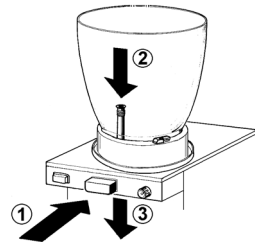

Bild 3
3 Drücken Sie die Hahntaste (1) und setzen Sie (2) das Gummiteil in seinen Sitz am Boden der Verdampfvorrichtung ein. Ziehen (3) Sie den Gummihahnaufsatz leicht nach unten bis er ordnungsgemäß sitzt (siehe Abbildung 3).